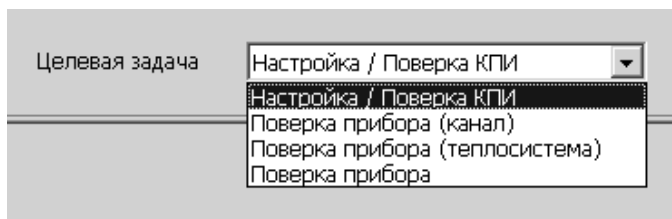

Рис. 3. Вид поля со списком целевых задач.
2.4.1.2. Для назначения целевой задачи, необходимо нажать кнопку  в поле параметра **Целевая задача** (рис.3) и в раскрывшемся списке установить курсор в строке с соответствующим наименованием задачи.